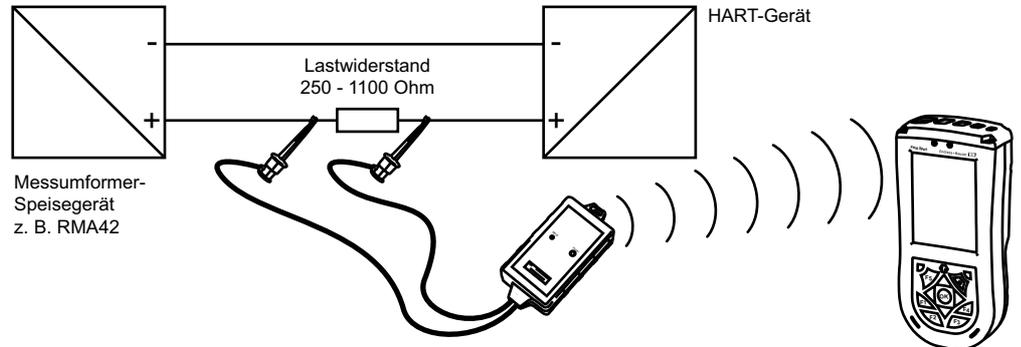

Abb. 3-2: Verbindung über einen Lastwiderstand
- Bei einem normalen Messumformerspeisegerät (z. B. RMA42) über einen Lastwiderstand von 270 Ω (250 Ω – 1100 Ω), der wie in Abb. 3-2 dargestellt an den Stromkreis angeschlossen ist.